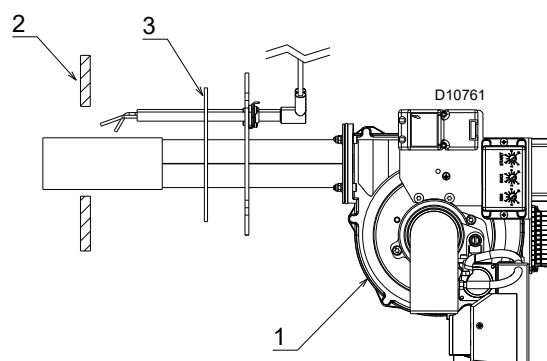

Fig. 7
- fissare il bruciatore 1)(Fig. 7) alla portina del generatore 2) mediante 4 viti e (se necessario) 4 dadi forniti a corredo, interponendo lo schermo isolante 3).